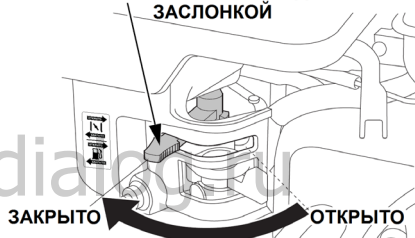

Рис. 30 Рычаг управления воздушной заслонкой
3. Закройте воздушную заслонку карбюратора. Для этого переведите рычаг управления воздушной заслонкой в крайнее левое положение (Рис. 30).